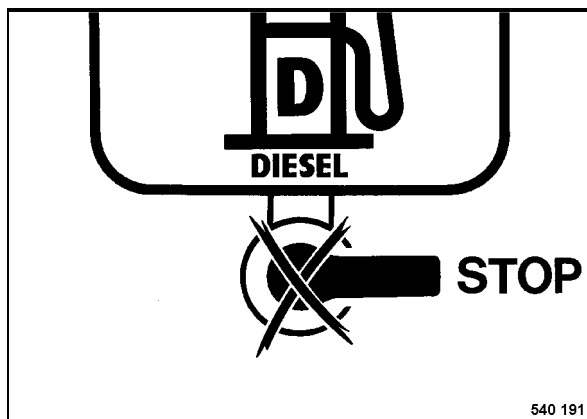

Fig. 5
- Colocar la llave de combustible (Fig. 5) en posición STOP (cerrada).